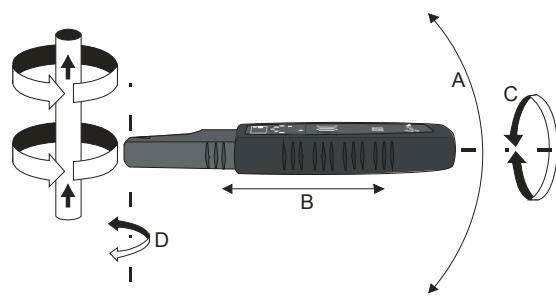

Рис.4 Обнаружение магнитного поля
Измерения в замкнутой цепи можно производить, если существует возможность вынужденного течения тока. Такие условия создаются в неповрежденной линии под напряжением выше 9 В (цепь замыкается через трансформатор) и в замкнутой линии, также с использованием режима «ток-напряжение» или внешнего источника питания. Во всех упомянутых случаях локализация осуществляется при помощи оценки общей величины магнитного поля. На рис.4 представлено направление линии магнитного поля вокруг провода, по которому течет модулированный ток, и расположение приемника, позволяющее выбрать наибольший уровень принимаемого сигнала.
- Перемещать головку приемника вдоль проверяемой линии (Рис.4) в направлении усиления сигнала. Нажать клавишу **16 ZOOM**, чтобы повысить точность локализации (Пункт 7.1).